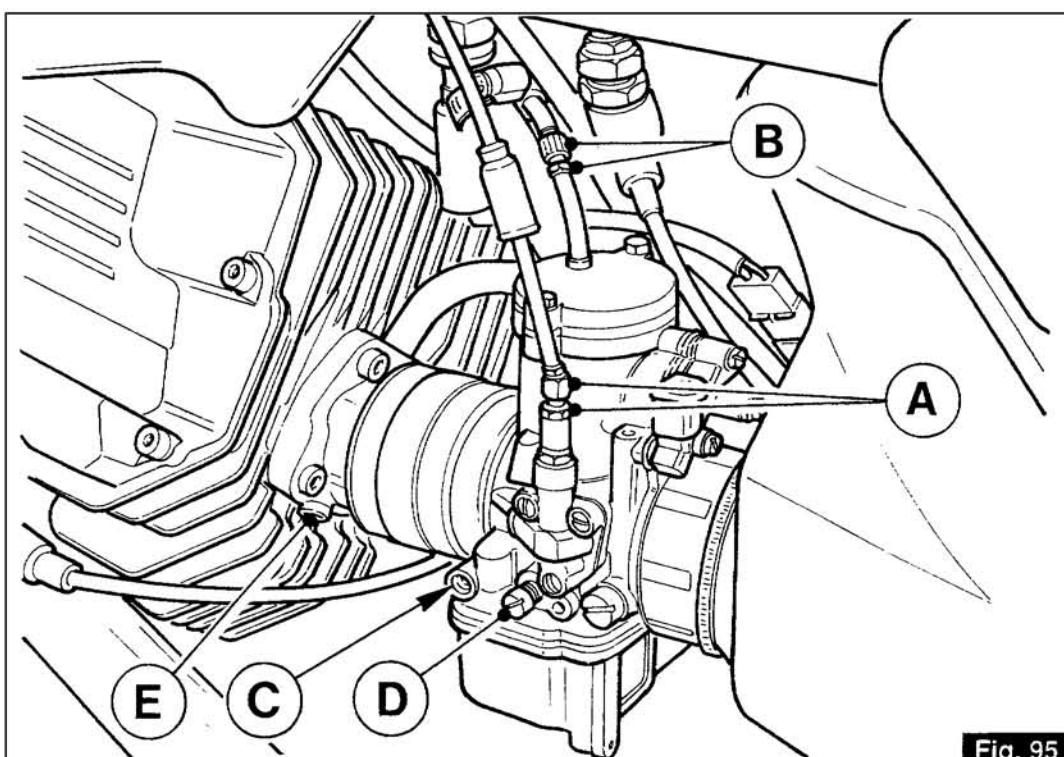

Fig. 95
11.2 CONTROLE CARBURATION AVEC DEPRESSIOMETRE (fig. 95)
11.2 KONTROLLE DER VERBRENNUNG MIT TELS UNTERDRUCKMESSER (Abb.95)